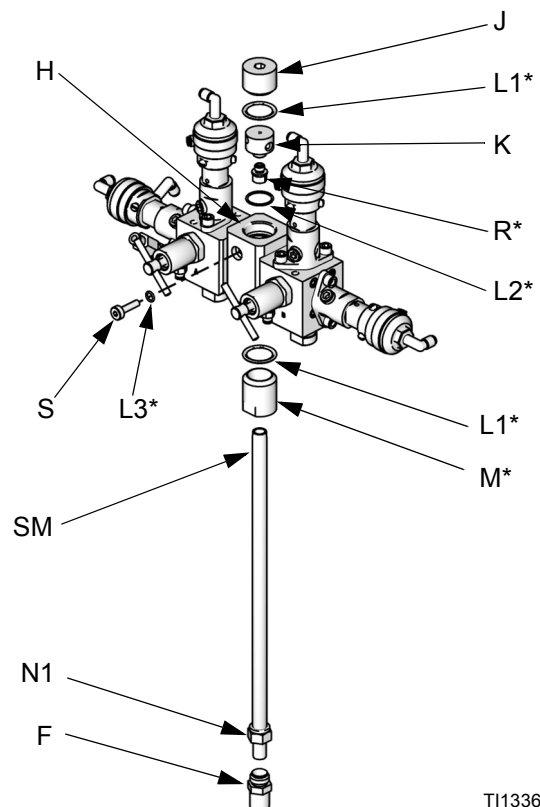

FIG. 13. Installera 15U955 injektionssats
5. Se FIG. 13. Ta bort de kvarvarande delarna från stryparhuset (H). Behåll plugg (J) och bas (K). Släng alla använda o-ringar,
6. Roterar stryparhuset (H) 180° så att ställskruven (S) är längst upp till vänster såsom visas i FIG. 13. Ta bort och behåll de två ställskruvarna (S). Släng o-ringarna (L3). Dessa skruvars placering kommer att vara omvänd vid återmontering.
7. Installera en större o-ring (L1*) i huset (H). Skruva in injektionshylsan (M*) i huset.
8. Fastställ önskad flödesgrad för ditt system. Välj lämplig storlek på stryparen för valt flöde och grad med hjälp av **Graf över Dynamisk dosering, Stryparval** på sidan 48-53 som en guide. Installera stryparen (R*) i basen (K).
9. Montera fördelningsrörets mindre o-ring (L2*), strypare (R*) och bas (K), en större o-ring (L1*) och pluggen (J) såsom visas.